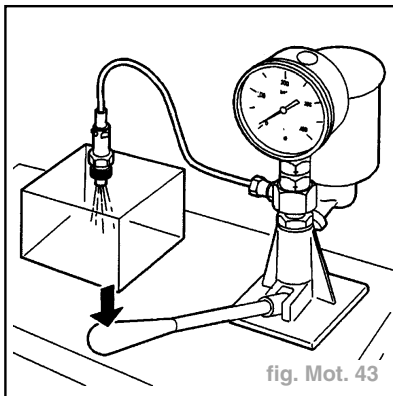

fig. Mot. 43
- donner au levier de la pompe des impulsions brèves et sèches (fig. Mot. 43).